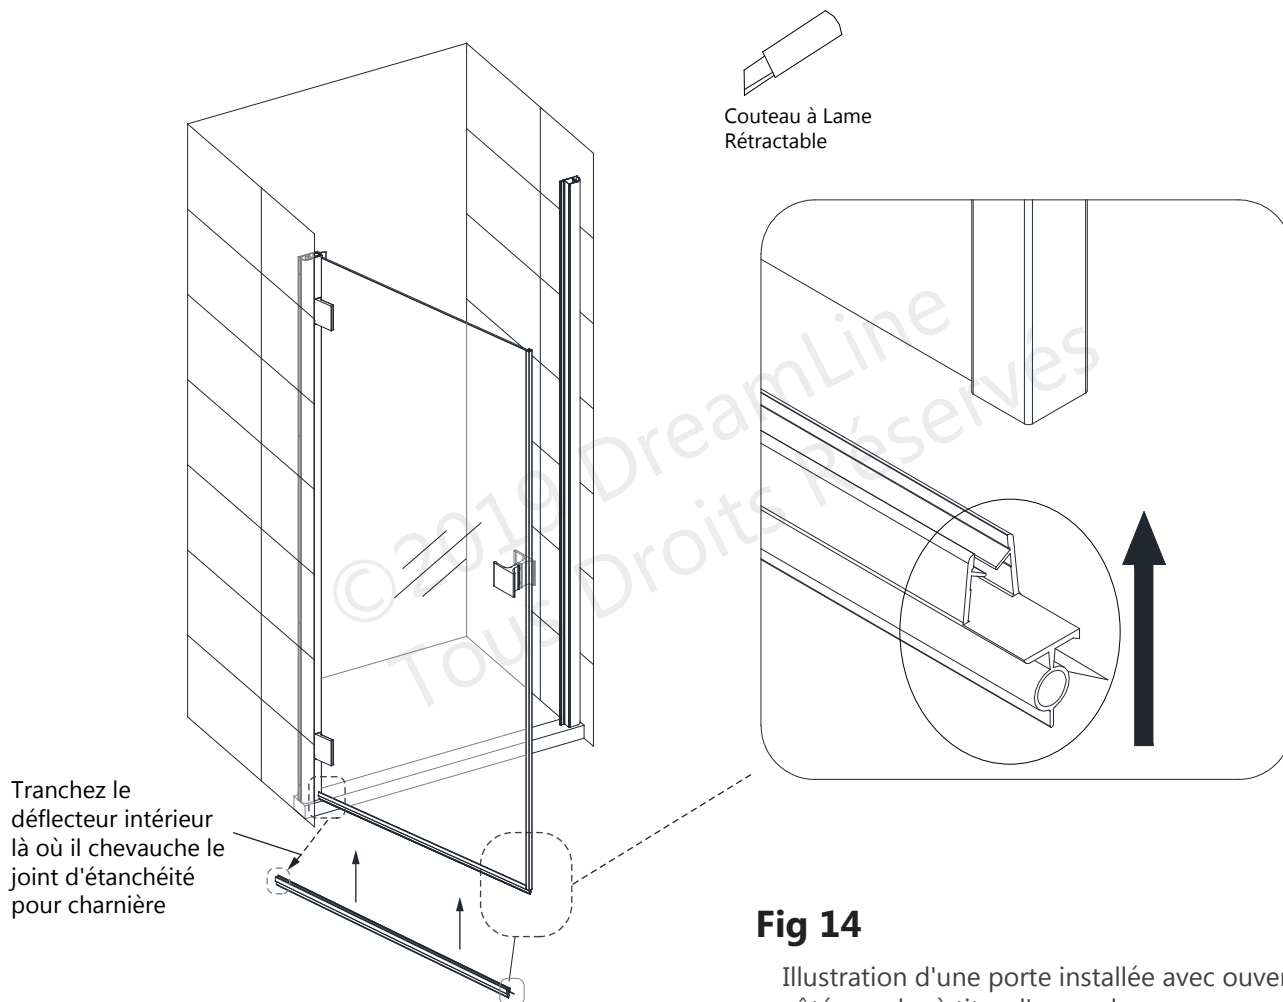

Fig 14
14. Encochez avec un couteau à lame rétractable, l'extrémité coté-gâche de la **Bande D'étanchéité du bas (N° 12)** pour qu'elle s'adapte autour de la **Gâche (N° 07)** sur la bordure de la **Porte Vitrée (N° 06)**. Installez la **Bande D'étanchéité du bas (N° 12)** sur le bas de la **Porte Vitrée (N° 06)**. Découpez également le déflecteur intérieur là où il chevauche le joint d'étanchéité pour charnière. **(Fig 14)**